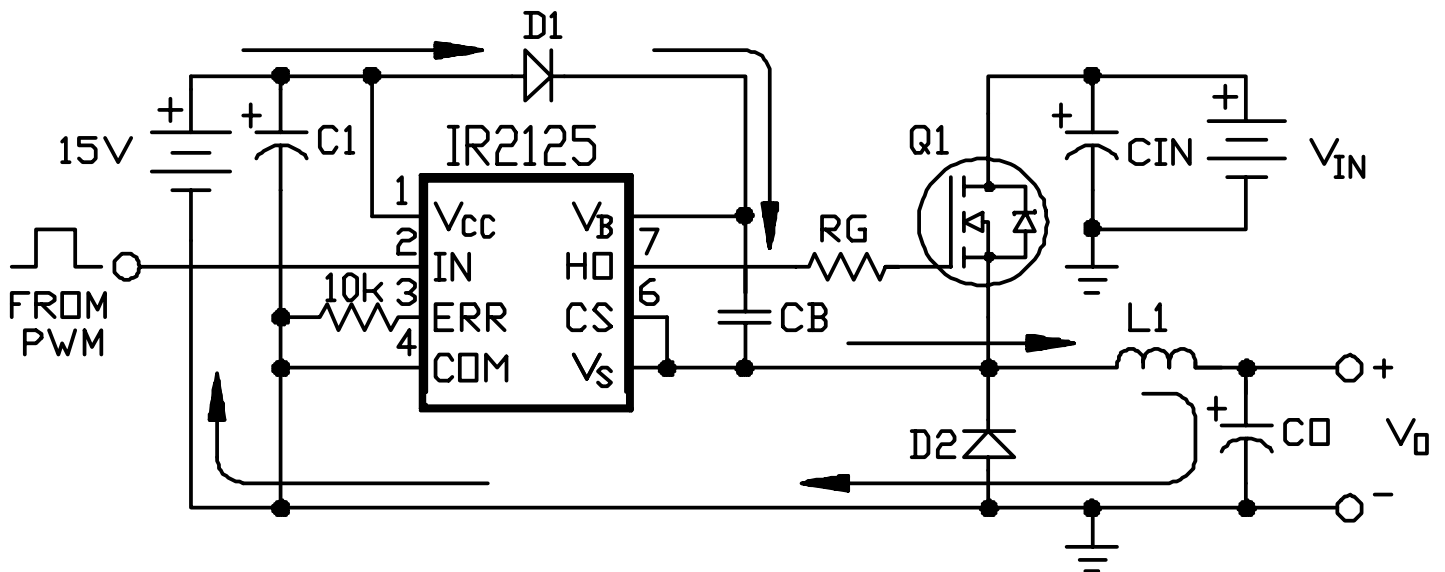

Рис. 1. Схема понижающего конвертора при запуске без нагрузки
- при запуске без нагрузки (рис.1)